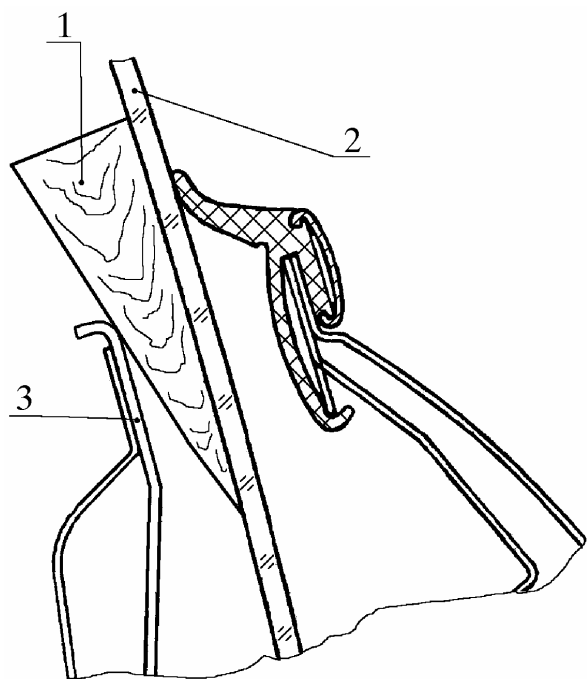

Рис. 2. Фиксация стекла:
4.4. **Поднять руками стекло 2** (рис. 2) в верхнее положение и застопорить его деревянным клином 1